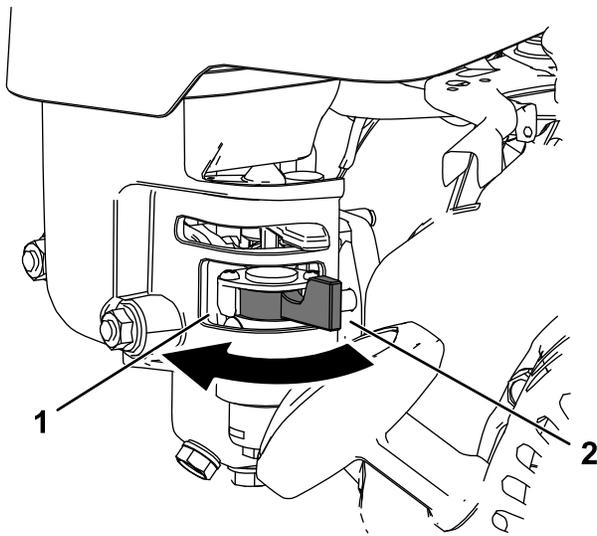

Bild 22
- Um das Kraftstoffventil zu öffnen, drehen Sie den Hebel am Kraftstoffhahn in Richtung des Rücklaufstartergriffs (**Bild 22**).
- Um das Kraftstoffventil zu schließen, drehen Sie den Hebel am Kraftstoffhahn vom Rücklaufstartergriff weg (**Bild 22**).